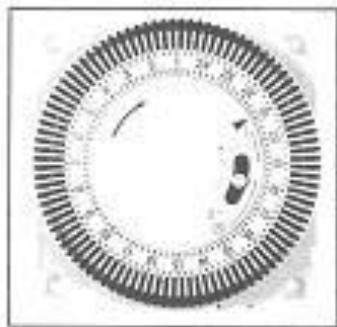

Рисунок 21
- Вращайте циферблат по часовой стрелке до тех пор, пока стрелка не будет указывать текущее время (*Рисунок 21*). На рисунке 21 текущее время 21.05